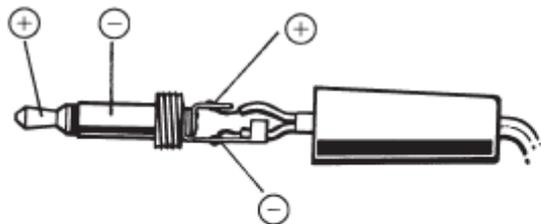

图 10 插头加工图
(1) 如图 10，请使用附件的插头导线或可选输出线 M-7014。